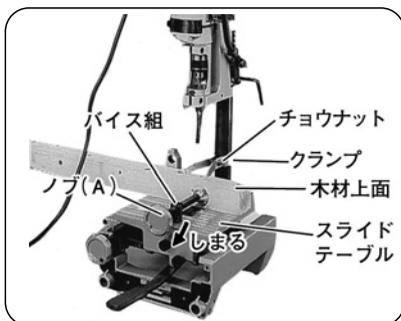

図 12
(1) 木材をスライドテーブルの上に置き、バイス組のノブ(A)を右にまわしてスライドテーブルに固定します。(図 12)